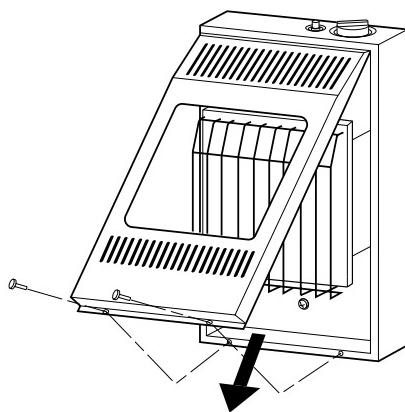
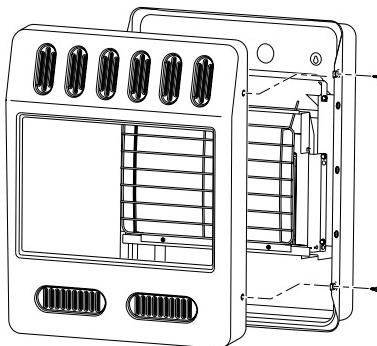

Figure 11 - Retrait du panneau avant du radiateur
Figure 14 - Retrait du panneau avant du radiateur
1. Retirez le panneau avant du radiateur (pour le radiateur à 2,9 kW (10 000 BTU/h), consultez la figure 11 à la page 9, et pour le radiateur à 5,9 kW (20 000 BTU/h), consultez la figure 14 à la page 10).